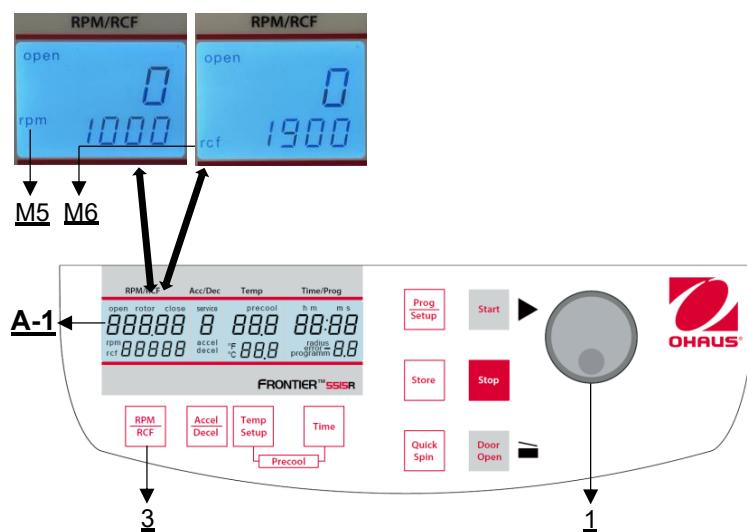

Figure 15
La présélection est activée par la touche "**RPM | RCF**" (3) (voir Figure 15). En appuyant une fois sur la touche , le mot "**rpm**" (M5) clignote. En appuyant deux fois sur la touche, la présélection des forces centrifuges peut être sélectionnée. Le mot clignotant "**rcf**" (M6) apparaît alors. Vous pouvez régler les valeurs souhaitées à l'aide du bouton de réglage (1). Sur l'écran (A-1), la valeur réglée est affichée en permanence, avant, pendant et après la course.